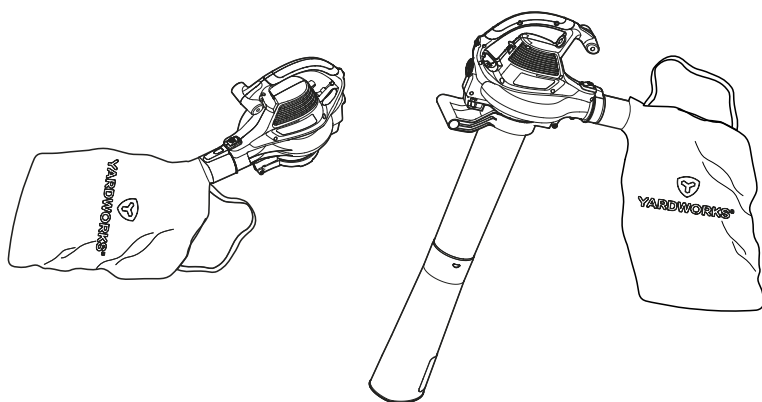

Fig. 6
- Tout en vous tenant dans la position d'utilisation, ajustez la longueur en fonction de la taille de l'utilisateur. Tirez sur la languette pour allonger, tirez sur la bandoulière pour raccourcir. (Fig. 6)